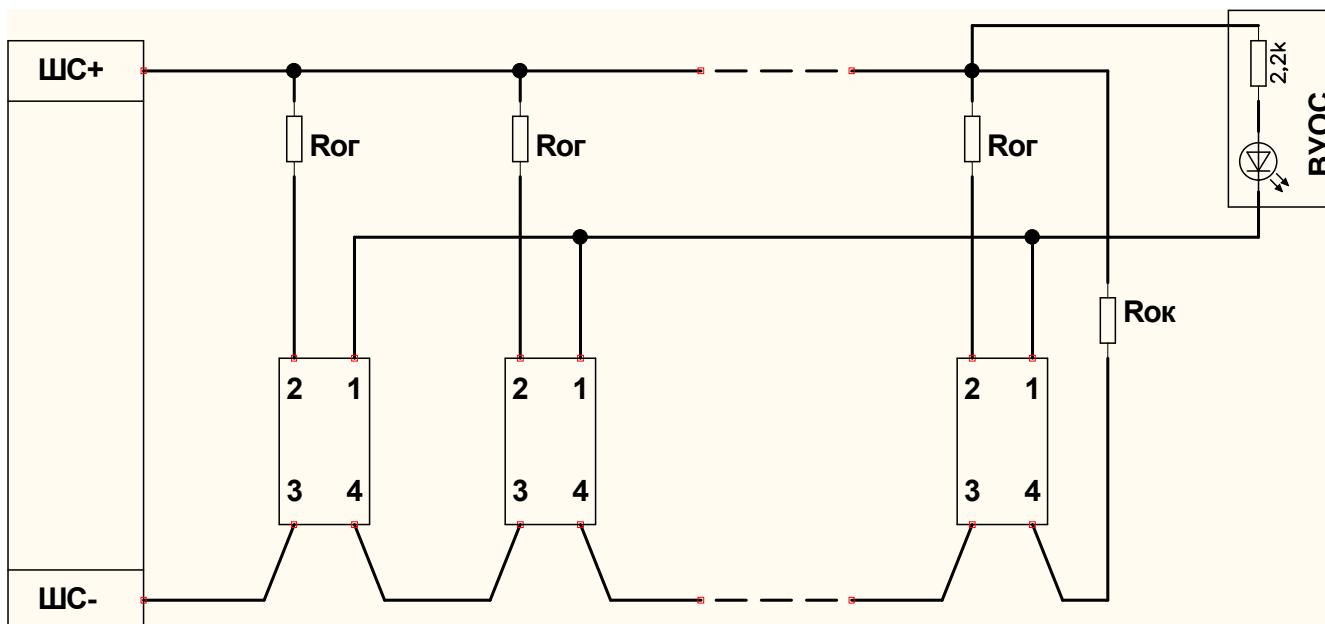

Рис. 7. Схема подключения ВУОС для группы извещателей, включенных в один шлейф
6.8 Схема вывода группового сигнала ВУОС для извещателей, включенных в один двухпроводный шлейф пожарной сигнализации, приведена на рис. 7.